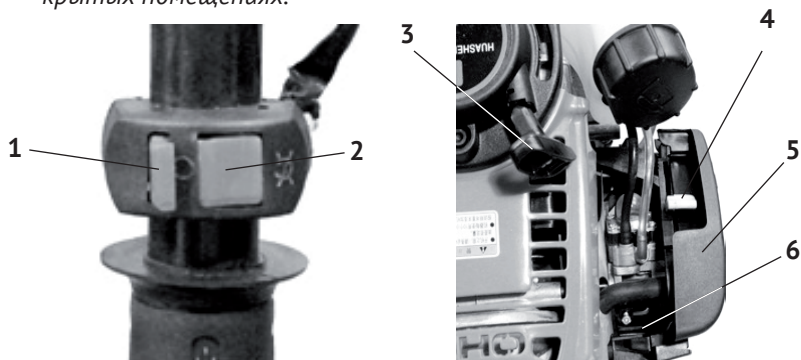

рис.5
- перевести выключатель зажигания (рис.5 поз.1) в положение „ON“ – включено;
- 2 – 3 раза нажать кнопку праймера (рис.5 поз.6), для подачи топлива в карбюратор;
- установить рычаг управления воздушной заслонкой (рис.5 поз.4) в крайнее верхнее положение - „закрыто“ при пуске холодного двигателя, или в промежуточное положение при прогревом двигателя;
- медленно потяните за ручку стартера (рис.5 поз.3) до появления сопротивления, а затем резким движением вытяните трос на всю длину. Повторите действие ещё раз, если двигатель не завёлся;
- выключатель зажигания (рис.5 поз.2) поставить в положение „OFF“ – выключено.